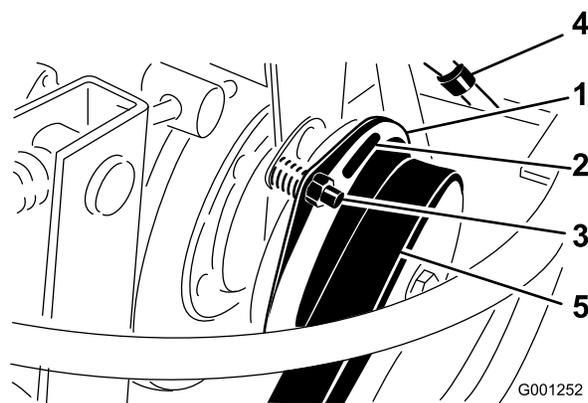

Figura 65
3. Regolate il traferro in modo da inserire, forzandolo leggermente, uno spessore di 0,4 mm tra il rivestimento interno della frizione e la piastra della frizione (Figura 65). Per ridurre il traferro girate il dado di regolazione in senso antiorario (Figura 65). Il massimo traferro di servizio è di 0,76 mm. Regolate i tre traferri.